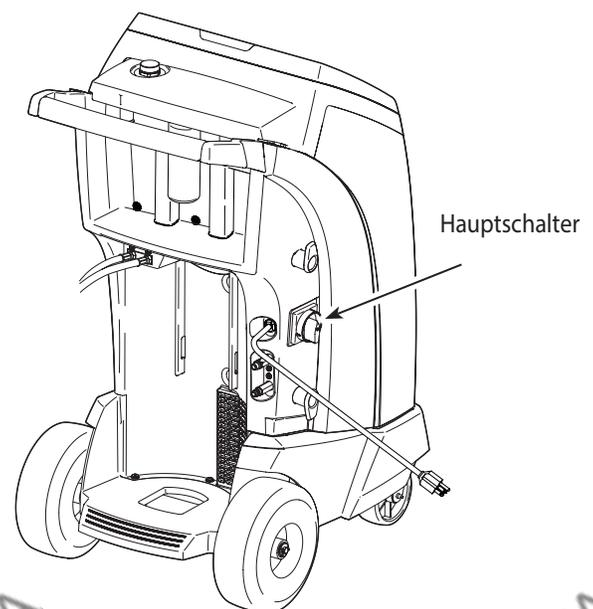

Abbildung 1
4. Drehen Sie den Hauptschalter im Uhrzeigersinn, um das Gerät einzuschalten. Siehe Abbildung 1.